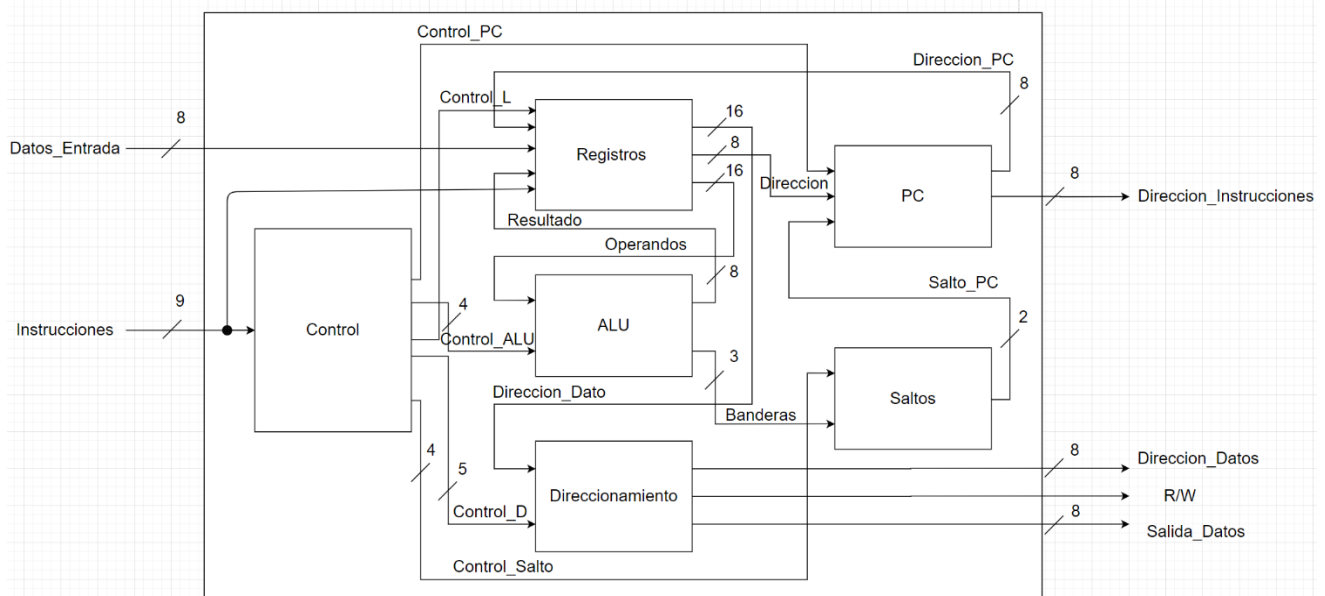

Figura 3 Caja blanca
**Caja blanca.** En la *Figura 3* se muestra la caja blanca del microprocesador creado. Así como en la *Tabla 3* la descripción de las entradas y salidas.